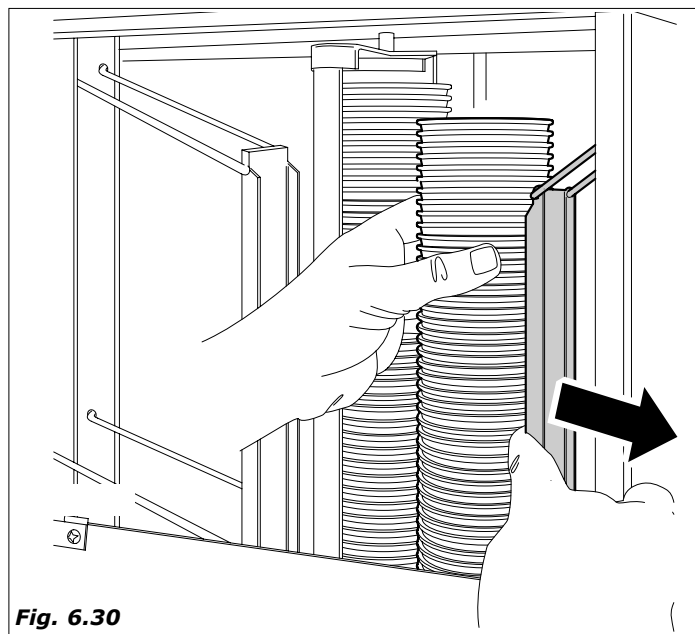

Fig. 6.30
- introducir una ulterior columna de vasos a la derecha de la precedente apretando el empujador (Fig. 6.30).